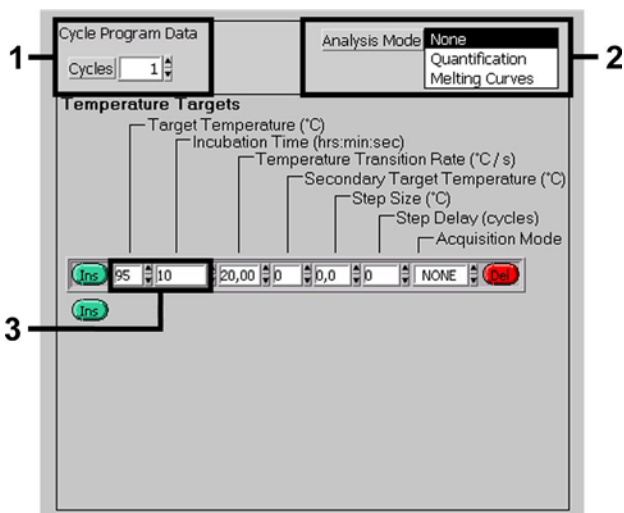

Fig. 4: Attivazione iniziale dell'enzima hot-start.
- B. Attivazione iniziale dell'enzima hot-start Fig. 4